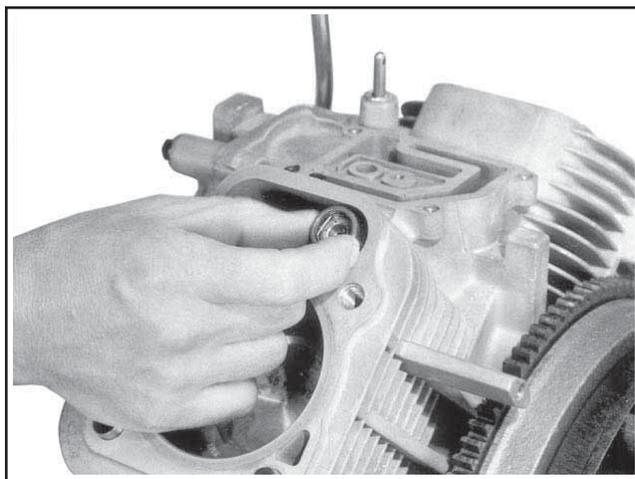

Figure 11-35. Installation des poussoirs hydrauliques.
3. Repérer avec la marque ou l'étiquette d'identification les poussoirs hydrauliques tels que celui d'admission ou d'échappement et les cylindres 1 et 2. Installer les poussoirs hydrauliques dans leurs emplacements appropriés dans le carter moteur. **Ne pas** utiliser d'aimant. Voir la Figure 11-35.